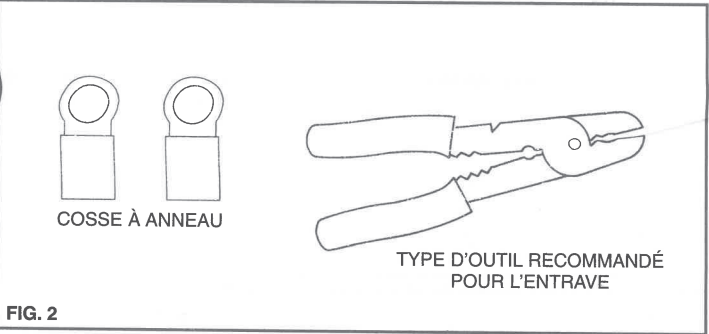

FIG. 2
C) Pour certaines pompes, il est nécessaire de couper les fils près du connecteur ou de bornes existants, et de dénuder 13 mm d'isolation sur les fils. Sertir les nouvelles cosse avec l'outil recommandé. (Fig. 2). S'il y a une gaine de protection en caoutchouc sur la cosse, elle peut être retirée et jetée.